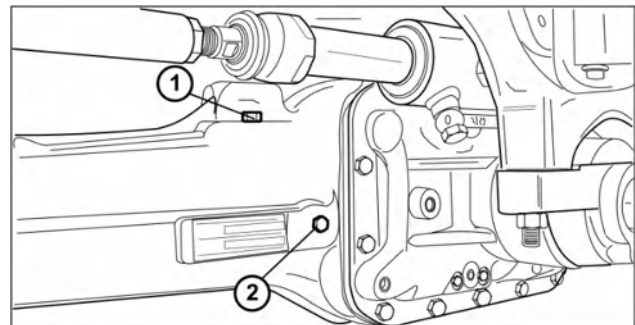

Рис. 7-14. Передняя ось.
3. Снимите контрольную пробку (2 — рис. 7-14) с центрального картера моста. Масло должно доходить до уровня пробки. Долейте масло через заливную пробку (1 — рис. 7-14).